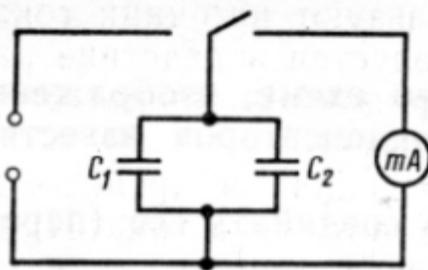

Рис.2
1. Составьте электрическую цепь по схеме изображенной на рис.2, включив в нее два параллельно соединенных конденсатора известной емкости.